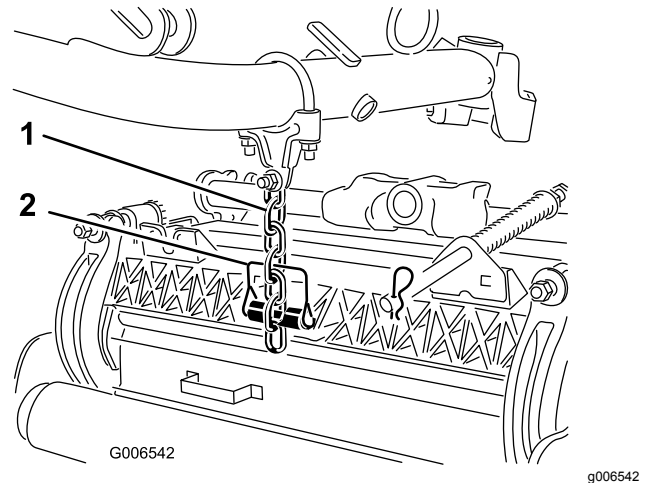

Figura 13
8. Prenda a corrente do braço de elevação ao suporte da corrente da unidade de corte (Figura 13) com o pino de encaixe da seguinte forma: